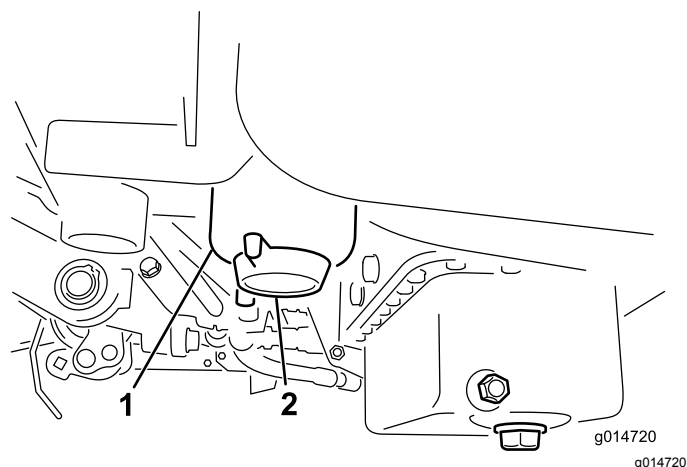

Рисунок 45
2. Очистите область крепления стакана фильтра (Рисунок 45).
4. Откройте сливную пробку фильтра (Рисунок 45).